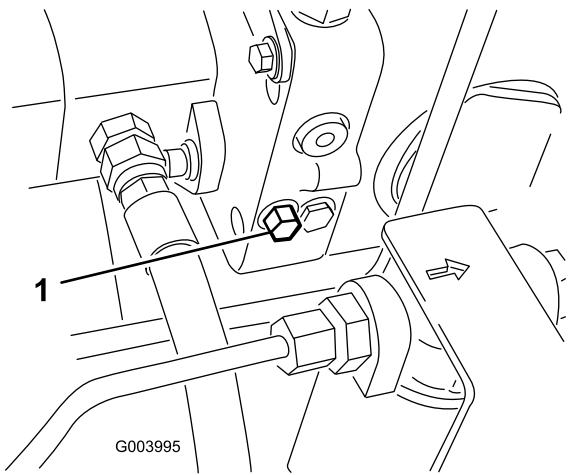

Figure 19
1. La vanne de dérivation est située du côté gauche de l'hydrostat (Figure 19). Tournez le boulon une fois et demi pour ouvrir la vanne et permettre la dérivation interne de l'huile. Il est alors possible de déplacer la machine lentement sans endommager la transmission.